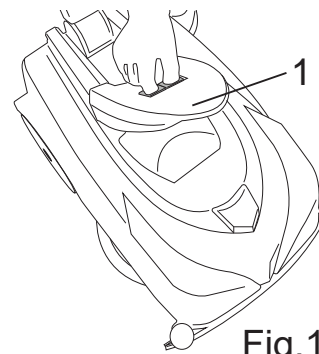

Fig.19
- Løsne lokket fra oppsamlingstanken ved å trykke de to glidelukningene innover (fig. 19 - ref. 1).